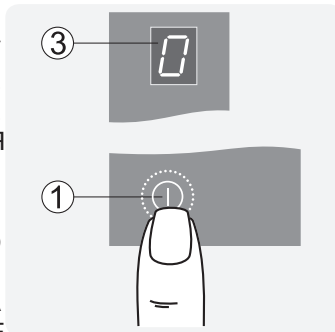

Рис.7
Коснуться зоны со знаком «①». Во всех окнах индикации конфорок загорится «0» (рис. 7). **ВНИМАНИЕ!** СЛЕДУЮЩУЮ КОМАНДУ НЕОБХОДИМО ЗАДАТЬ НЕ ПОЗДНЕЕ 10 СЕКУНД, В ПРОТИВНОМ СЛУЧАЕ ПРИБОР АВТОМАТИЧЕСКИ ОТКЛЮЧИТСЯ И ВКЛЮЧЕНИЕ ПРИДЕТСЯ ПОВТОРИТЬ.